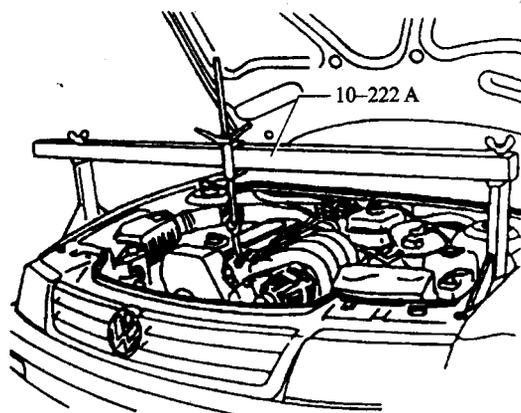

图 1-9 支承工具 10-222A
- 28) 使用变速器托架托住变速器的底部,或者将支承工具 10-222A 固定在车身两侧(图 1-9),使用变速器吊装工具 3147 吊住变速器。注意:必须按图中所示安装钩子,以保证发动机吊起时的平衡。